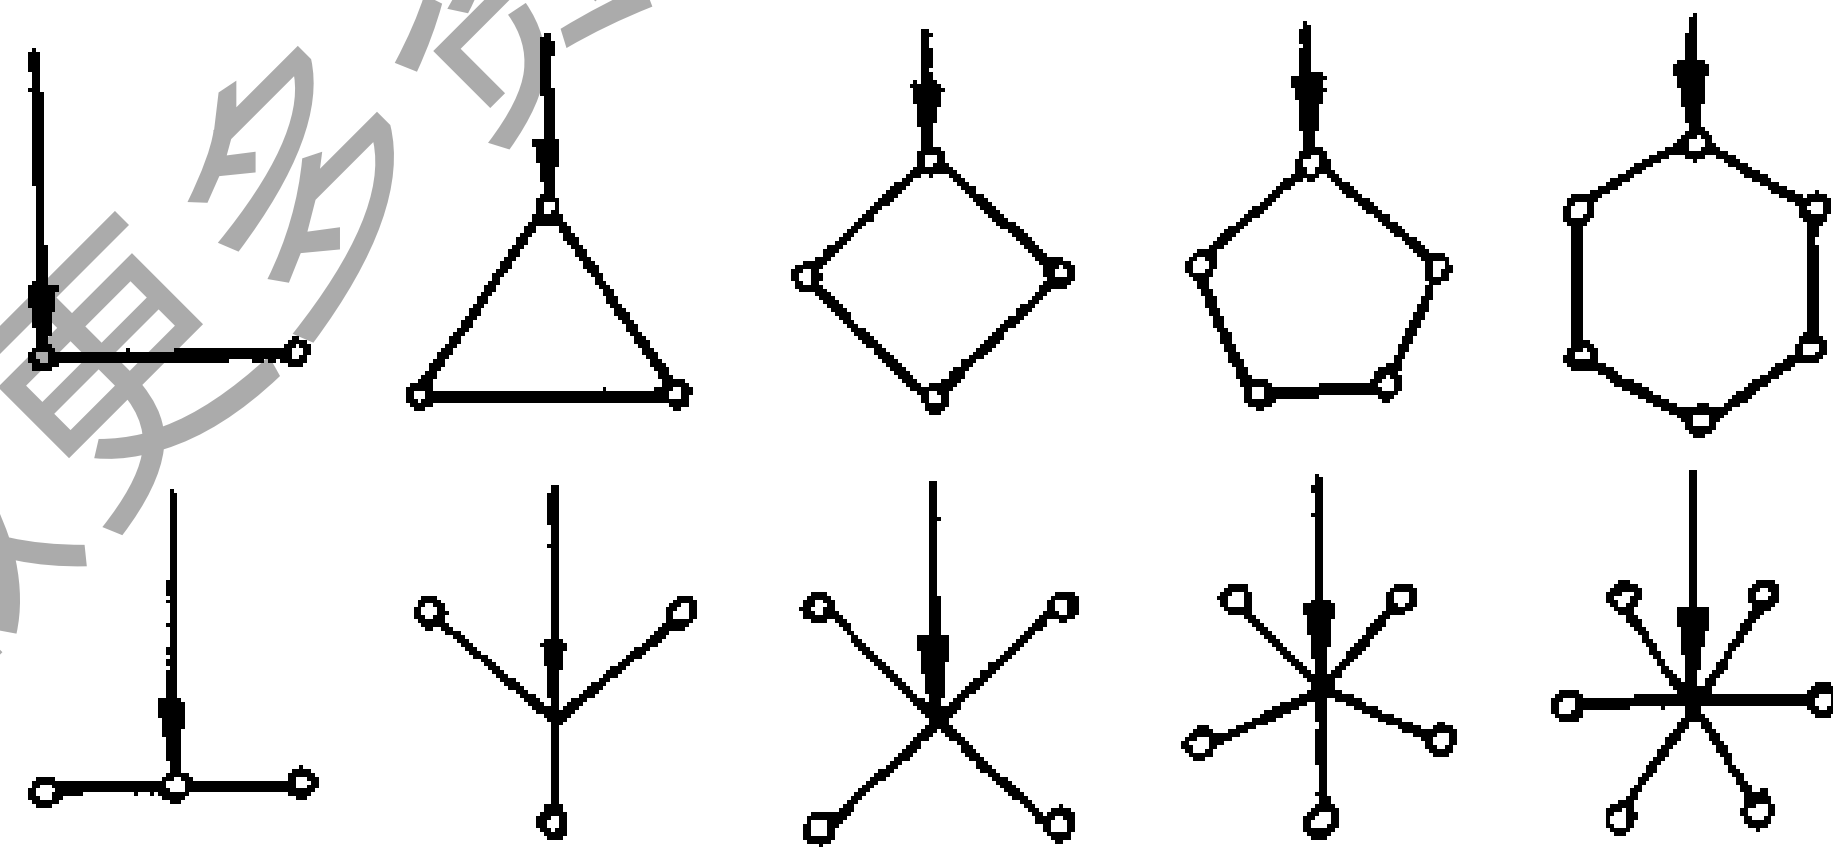

图 8—33 垂直接地体的布置
(1) 接地体：接地体有自然接地体和人工接地体两种。自然接地体，如埋设在地下的金属管道、建筑物的金属构架等；人工接地体多用钢管、角钢扁钢、圆钢或废钢铁制成。一般情况下，接地体垂直埋设，多岩石地区接地体可水平埋设。图 8—33 为几种典
型的垂直接地体布置图。图 8—34 为水平埋设的接地体的布置图，常采用 40mm×4mm 的扁钢或直径 16mm 的圆钢做成。图 8—35 为角钢接地体的结构安装图。